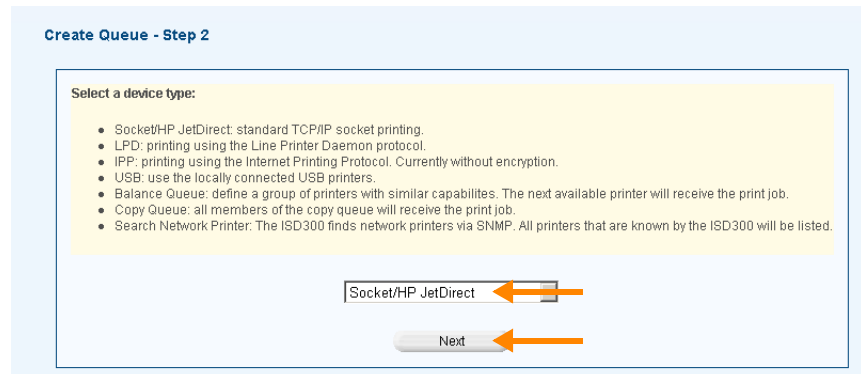

Bild 13 Druckprotokoll bzw. Gerätetyp wählen und mit NEXT bestätigen
16. Wählen Sie als Druckprotokoll entweder SOCKET/HP JETDIRECT oder LPD und bestätigen wieder mit NEXT (Bild 13).